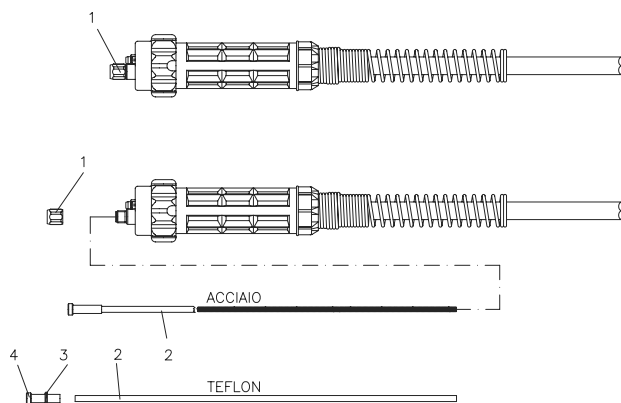

FIG. 12
- En cas de raccord Euro (Fig.12) :
- La positionner sur une surface plane et enlever doucement l'écrou en laiton (1).
- Extraire la gaine (2).
- Introduire la nouvelle gaine et remonter l'écrou en laiton (1).
- Insérer le gaine, enfiler el (3) dans la tête fermegaine (4).